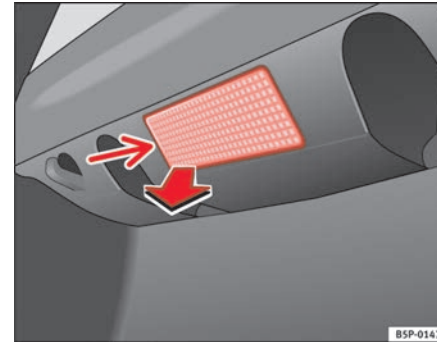

Abb. 191 Gepäckraumbeleuchtung
- Nehmen Sie das Lampenglas der Glühlampe durch Druck mit einem Schraubendreher auf dessen Unterkante -Pfeil- ab ⇒ Abb. 191.